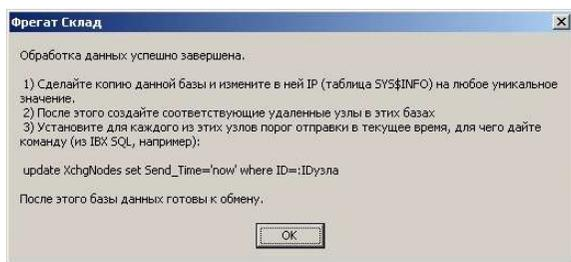

Рис. 4.9. Сообщение о завершении обработки исходной базы данных
- ▶ Для запуска процесса обработки требуется нажать кнопку [Далее], а в следующем диалоговом окне – кнопку [Готово]. Начнется процесс обработки текущей базы данных, динамика выполнения этого процесса будет отображаться на экране. Когда процесс закончится – появится сообщение с инструкцией по дальнейшим действиям (Рис. 4.9).
Для подготовки баз данных к обмену необходимо далее выполнить инструкцию, представленную на Рис. 4.9.